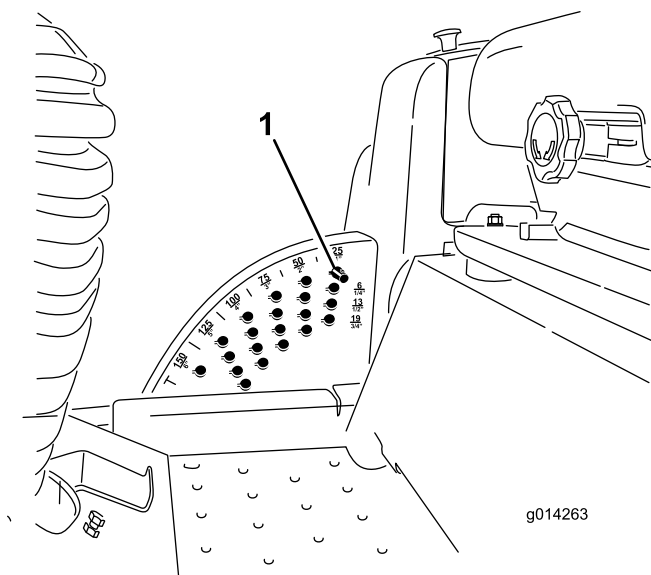

Figure 18
1. Lorsque le moteur tourne, repoussez la commande de levage du tablier de coupe en arrière jusqu'à ce que l'unité de coupe soit complètement levée, puis **relâchez immédiatement** la commande comme montré à la Figure 18.
2. Tournez la goupille de hauteur de coupe jusqu'à ce que la saillie soit en face des fentes dans les trous du support de hauteur de coupe et déposez-la (Figure 18).
3. Placez la goupille dans le trou du support correspondant à la hauteur de coupe voulue et tournez-la pour la verrouiller en place (Figure 18).
Remarque: Il y a 4 rangées de trous (Figure 18). La première rangée donne la hauteur de coupe indiquée au-dessus de la goupille. La deuxième rangée donne la hauteur indiquée plus 6 mm ($\frac{1}{4}$ po). La troisième rangée donne la hauteur indiquée plus 12 mm ($\frac{1}{2}$ po). La dernière rangée donne la hauteur indiquée plus 18 mm ($\frac{3}{4}$ po). Un seul trou, situé dans la deuxième rangée, correspond à la hauteur de 15,8 cm (6 po). Il n'ajoute pas 6 mm (0,25 po) à la hauteur de 15,8 cm (6 po).